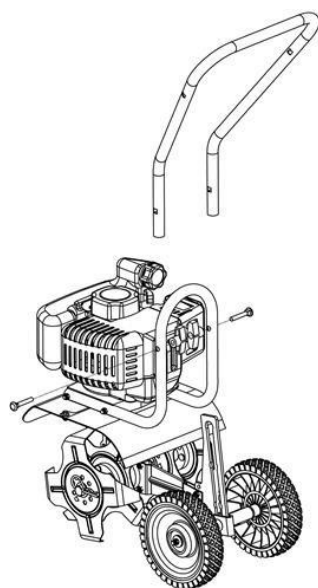

Рис. 1
- Вставьте среднюю часть рукоятки в нижнюю так, чтобы все отверстия совпадали, после чего закрепите место соединения с помощью крепежного комплекта (см. рис.1).